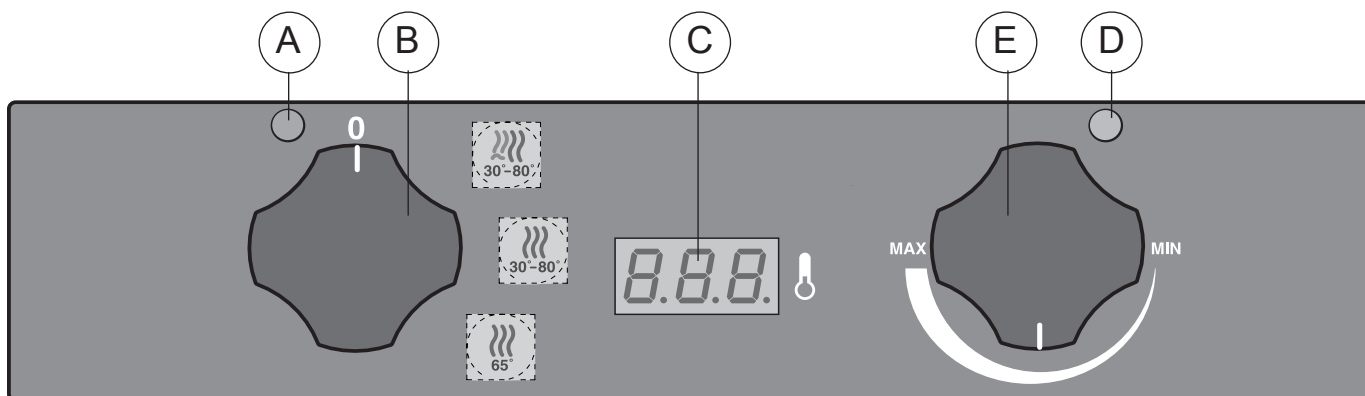

Abb. 4
- 30 - 80°C zum Aufwärmen oder Gären von Speisen, mit oder ohne Feuchtigkeit, Temperaturregung durch den Thermostat "E" und Sichtanzeige auf dem Thermoregler "C" (Abb. 4);
3. INBETRIEBSETZUNG (Abb. 4)
(Abb. 4)
3.2 INBETRIEBSETZUNG (Abb. 4)
4.1 ZYKLUS "HEIZUNG MIT FEUCHTIGKEIT" POSITION "1" (Abb. 4)
4.2 ZYKLUS "TROCKENE HEIZUNG" POSITION "2" (Abb. 4)
4.3 ZYKLUS "WARMHALTUNG" POSITION "3" (Abb. 4)